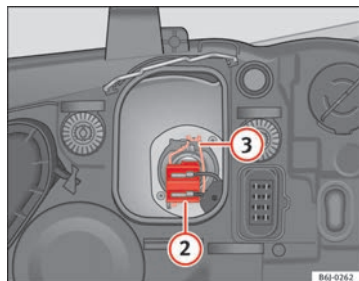

Abb. 157 Abblendlicht
- Ziehen Sie den Stecker ⇒ Abb. 157 ② von der Lampe ab.
- Nehmen Sie die Haltefeder ⇒ Abb. 157 ③ durch Eindrücken und Rechtsdrehung ab.